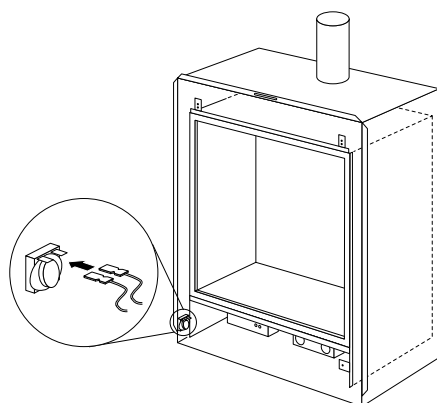

fig. 7
7. Connectez le câble du DTS sur le DTS (voir fig. 7).